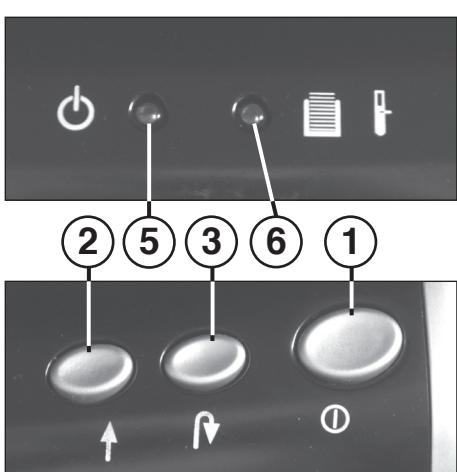

Fig. 1
1 = Interruptor de pressão „Pronto a funcionar“ (Fig. 1)
2 = Tecla para frente (Fig. 1)
3 = Tecla para trás (Fig. 1)
5 = Indicação de controlo „Pronto a funcionar“ (Fig. 1)
Acende quando o interruptor de pressão „Pronto a funcionar“ (Fig. 1) estiver ligado.
6 = Indicação de controlo (rubro / amarelo) (Fig. 1)
Ligar a máquina no interruptor de pressão (1) (Fig. 1). A indicação de controlo (5) (Fig. 1) acende.
Quando o recipiente de recolha de papel está cheio, a máquina desliga de modo automático. Um som de sinalização soa. A indicação de controlo (6) (Fig. 1) acende (rubro).
- Puxar para fora na parte de baixo da carcaça o recipiente de recolha (9) com dispositivo especial de recolha (10).
- O som de sinalização emudece-se. A indicação de controlo (6) (Fig. 1) apaga.